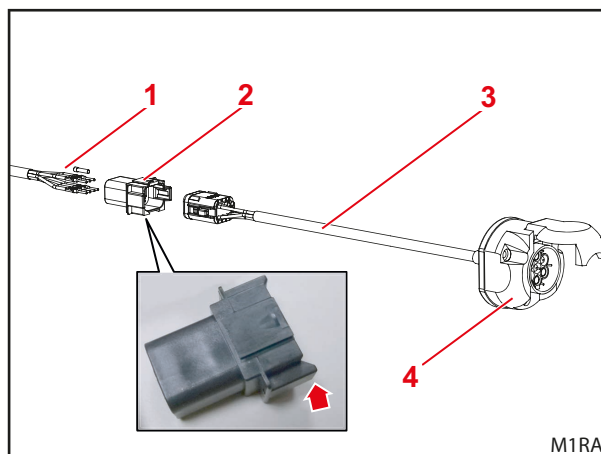

Fig. 37 Conector enchufable de 8 polos con "salientes" para la conexión de un cable adaptador con toma de corriente de 7 polos
- Conector enchufable de 8 polos con "salientes" (flecha roja en Fig. 37) para la conexión de un cable adaptador con toma de corriente de 7 polos.